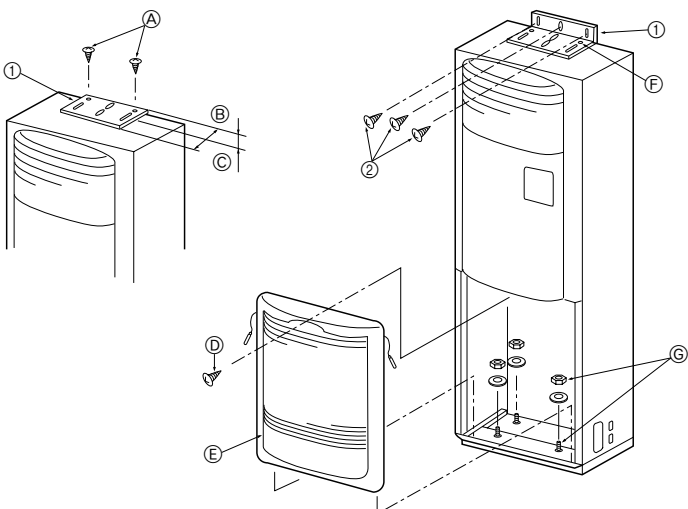

Fig. 3-2
3.2. Staffa di protezione contro il ribaltamento (Fig. 3-2)